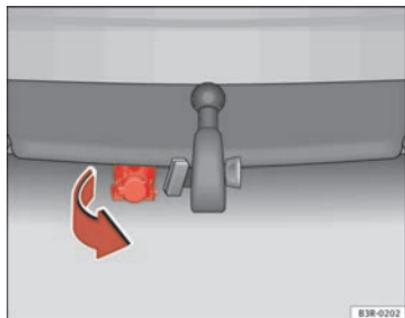

Fig. 158 Paraurti posteriore: Abbassare la presa di corrente del rimorchio
- Per poter collegare i cavi del rimorchio, abbassare la presa di corrente che si trova sotto il paraurti posteriore ⇒ fig. 158.